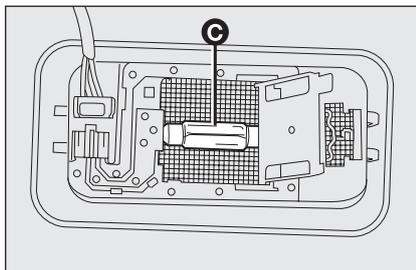

fig. 42
- remplacer l'ampoule **C**-fig. 42 en la dégageant des contacts latéraux, engager la nouvelle ampoule en s'assurant qu'elle soit correctement bloquée entre les contacts mêmes;